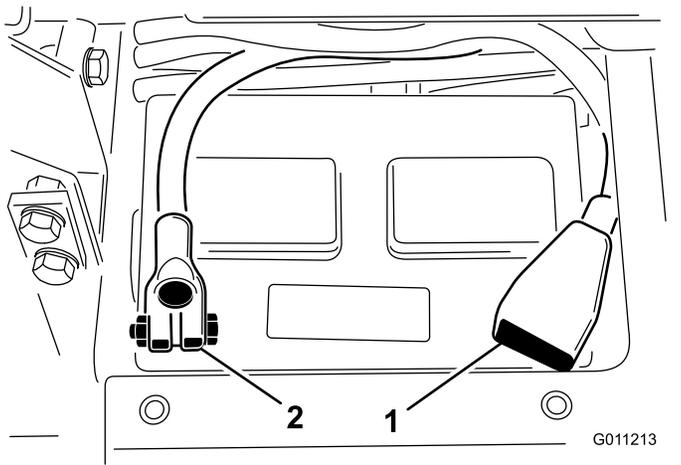

Bild 5
4. Verbinden Sie das Pluskabel (rot) mit dem Pluspol (+) der Batterie und befestigen Sie das Kabel mit der T-Schraube und Mutter (Bild 5).
5. Verbinden Sie das Minuskabel (schwarz) am Minuspol (-) der Batterie und befestigen Sie das Kabel mit der T-Schrauben und Muttern (Bild 5).